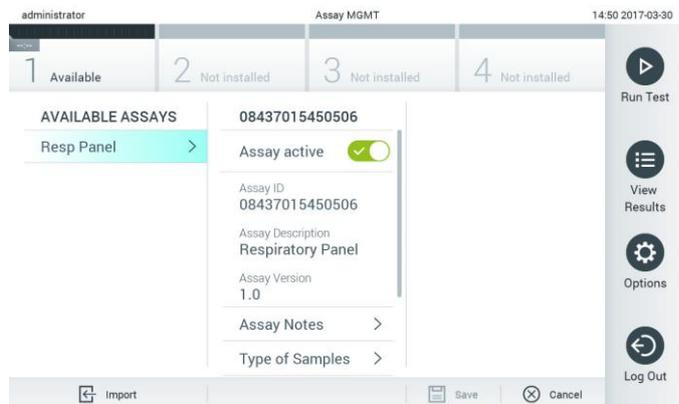

Figura 54. Administración de ensayos disponibles.
1. Pulse el botón Options (Opciones) y, a continuación, el botón Assay Management (Administración de ensayos) para acceder a la pantalla Assay Management (Administración de ensayos). Los ensayos disponibles aparecen en la primera columna de la zona de contenido (figura 54).